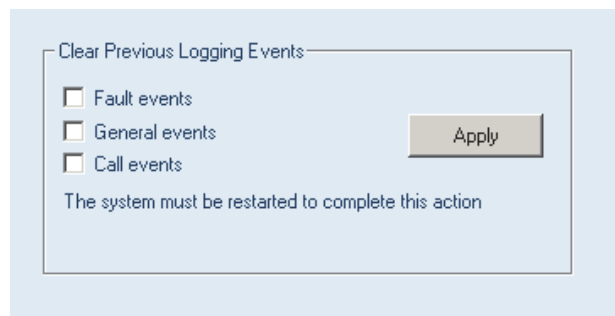

figura 37.10: Cancellazione degli eventi registrati
- 1 Fare clic sul pulsante *Clear logging* nella barra di navigazione. Appare una schermata simile a quella in figura 37.10.